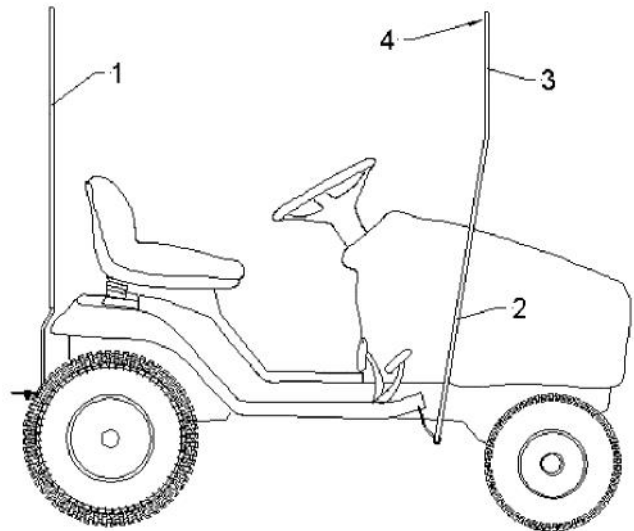

Figure 4
Installer les poteaux avant (fig.4, item 2) la partie pliée vers l'avant et les poteaux arrières (item 1) tel qu'illustrés.